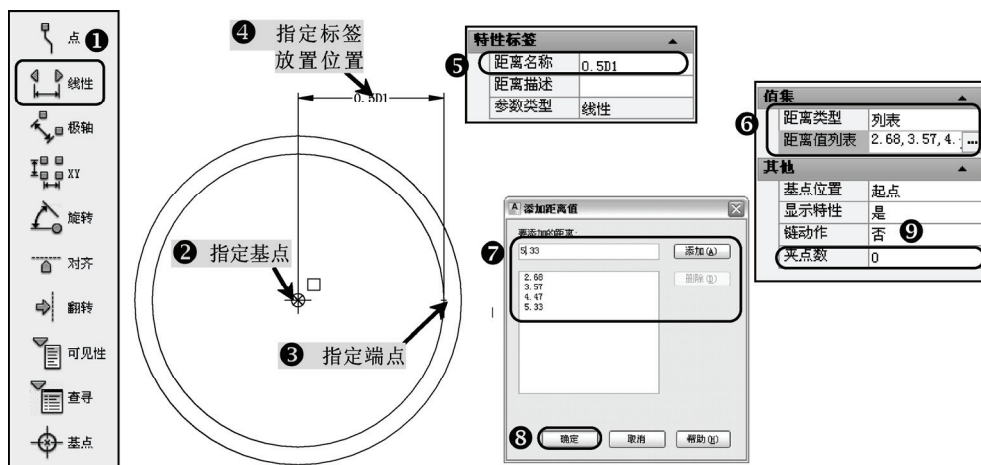

图 9-29 线性参数操作 1
4) 在“块编写选项板”中的“参数”选项卡中单击“线性”工具按钮，提示指定基点，单击圆心，提示指定端点，单击内侧圆右端的右象限点 (可利用快捷键〈Q+U+A〉)；执行“特性”命令 (mo)，选择刚才绘制好的标签，在“特性标签”选项中的“距离名称”中更改为“0.5D1” (表示小圆直径的一半)，在“集值”选项中的“距离类型”中选择“列表”，单击“距离值列表”选项后面的  按钮，弹出“添加距离值”对话框，在“要添加的距离”栏输入“2.68” (小圆直径的一半)，单击“添加”按钮将输入的数值添加，重复刚才的步骤，分别添加“2.68、3.57、4.47、5.33”，单击“确定”按钮，返回“特性”选项板，在“其他”选项中的“夹点数”中选择“0” (因为只需要列表操作，不需要去拖动夹点，所以夹点数为 0)，关闭“特性”选项板，如图 9-29 所示。